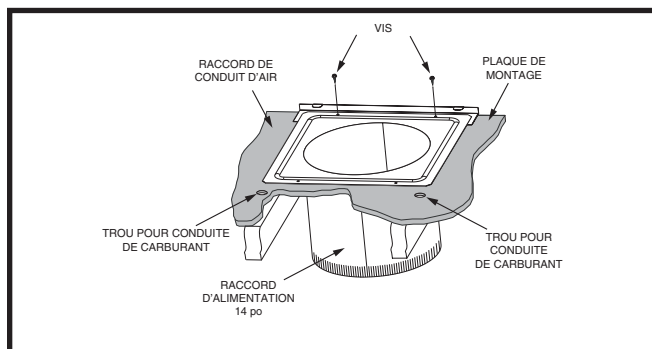

Figure 13. Raccord de conduit circulaire installé
3. Installez la plaque de montage sous la surface arrière du raccord de conduit. Voyez la Figure 13. **REMARQUE :** Alignez les trous pour vis dans les deux composantes.